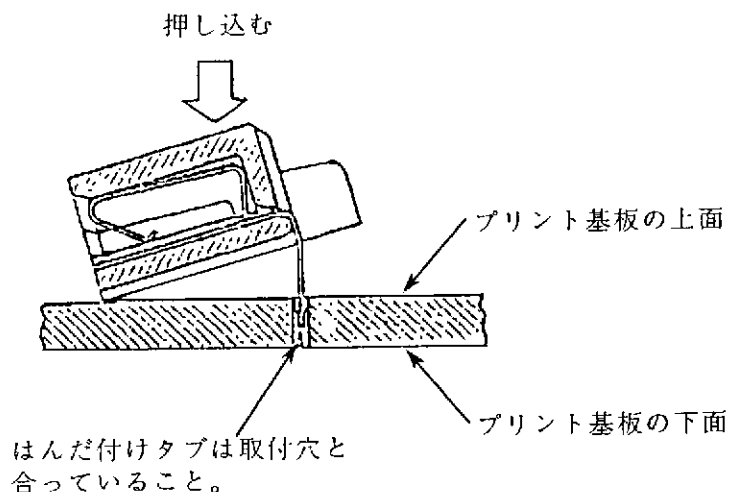

Fig. 6
- (1) はんだ付けタブの先端を Fig. 6に示すようにプリント基板の穴と合わせたのち、コネクタの前部をプリント基板の上面に軽くおくようにする。
- (2) 拇指又はオプション仕様によるフラット・プレートを使用してコネクタの上部に力を加え、挿入位置にパチンと止るようにします。
- (3) コネクタは、プリント基板上面にしっかりと固定され、はんだ付けタブの先端はすべてプリント基板下面に突き出していること。